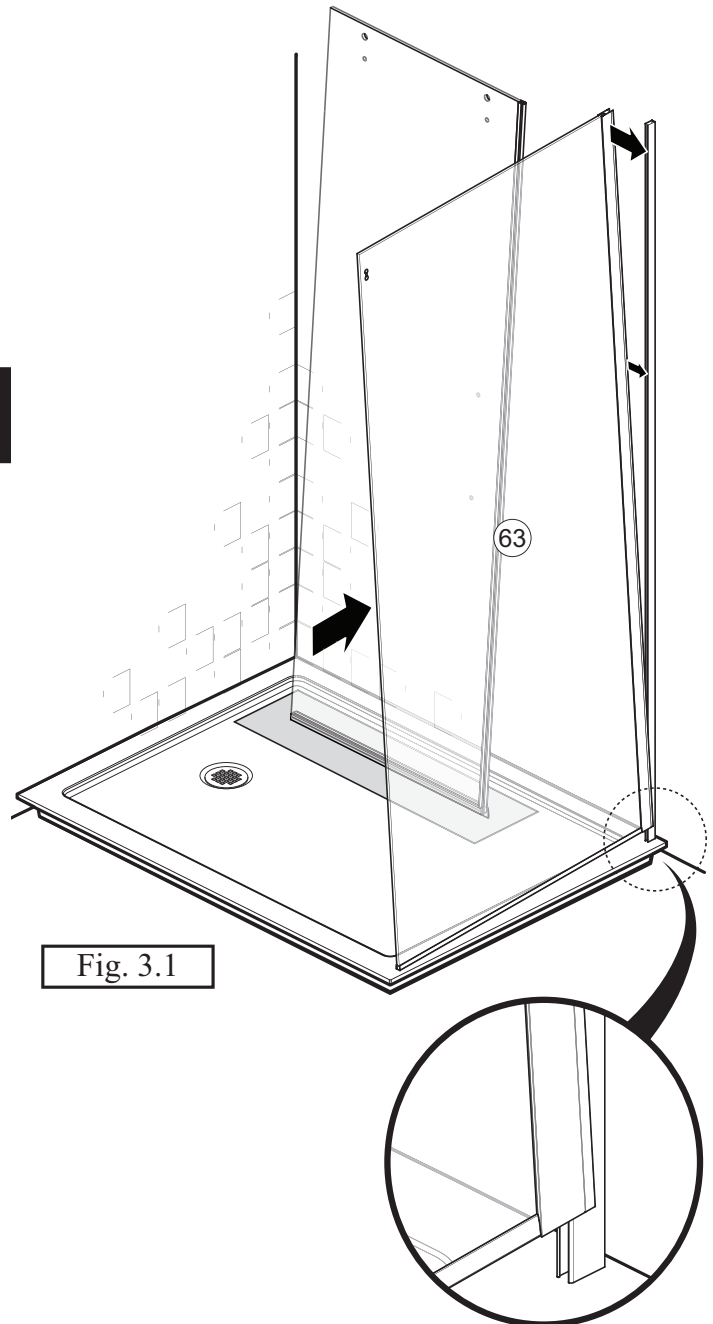

Fig. 3.1
Soulever légèrement le panneau de retour pour l'insérer sur le montant mural en prenant soin d'insérer le bas en premier. Pousser le jusqu'au fond pour maintenir le panneau en position durant l'installation (fig. 3.1).
*Slightly lift the return panel and insert in on the wall jamb. Make sure to insert the bottom part first. Push it all the way to hold the panel in position during installation (fig. 3.1).*